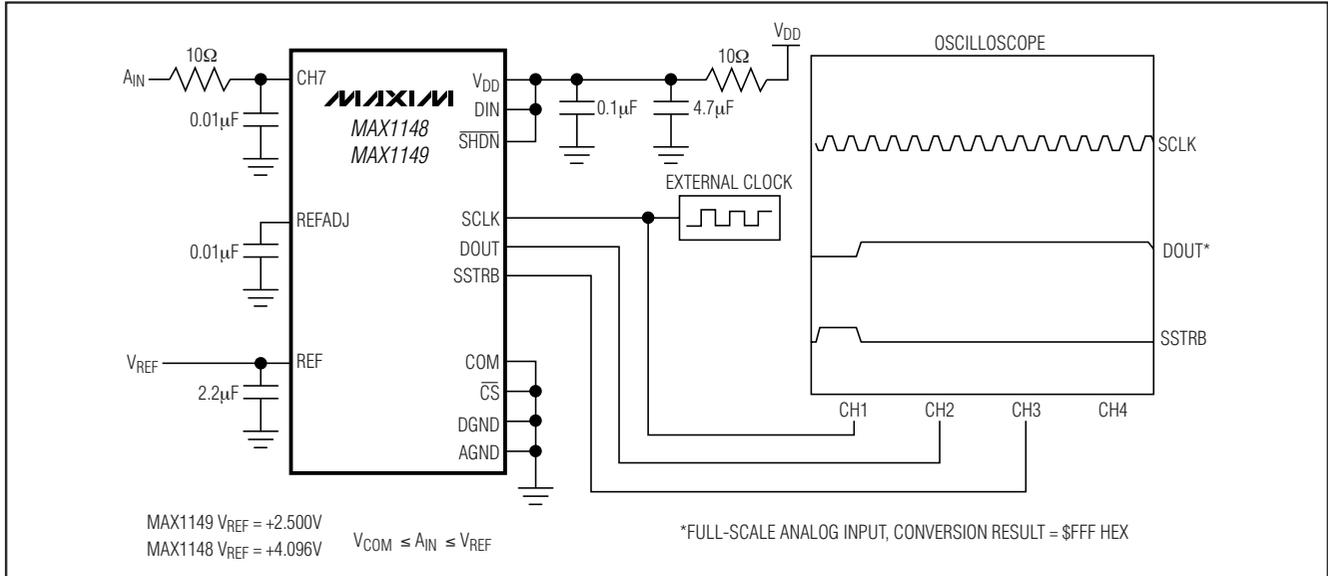
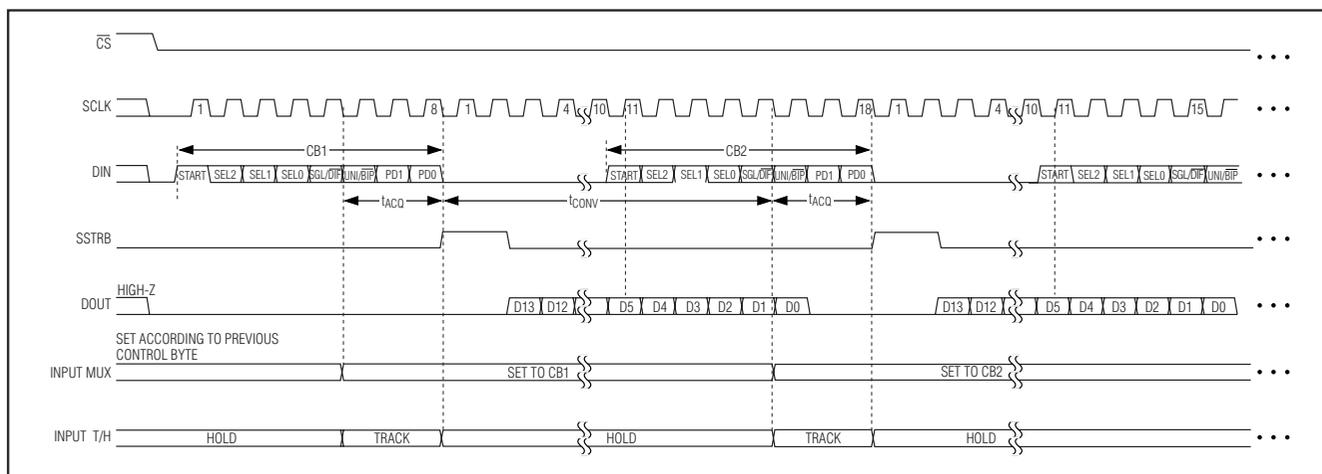

图 7. 快速查看电路
图 10. 外部时钟模式 — 18 时钟/转换时序
图 7 所示电路可用于快速评估 MAX1148/MAX1149。MAX1148/MAX1149 每次转换前，需要使用 SCLK 向 DIN 输入一个控制字节。连接 DIN 至 V_{DD} ，可通过时钟 SCLK 输入控制字节 \$FF HEX (参见表 1)，即触发 CH7 外部时钟模式下的单端单极性转换，转换之间不关断。在外部时钟模式下，14 位转换结果的 MSB 移出 DOUT 前，SSTRB 输出两个时钟周期的高脉冲。改变 CH7 的模拟输入，可改变 DOUT 输出位的顺序。每次转换需 18 个时钟周期 (图 10)。所有 SSTRB 和 DOUT 的改变均出现在 SCLK 下降沿。
2) DOUT 同步输出当前转换结果第 5 位后，同步输入 DIN 的第一个逻辑 1 (图 10 和 11)。
如果转换期间 CS 保持低电平，则 MAX1146-MAX1149 的最快转换速度为每次 18 个时钟周期。图 10 和 11 为 18 个 SCLK 周期进行一次转换的串口时序。